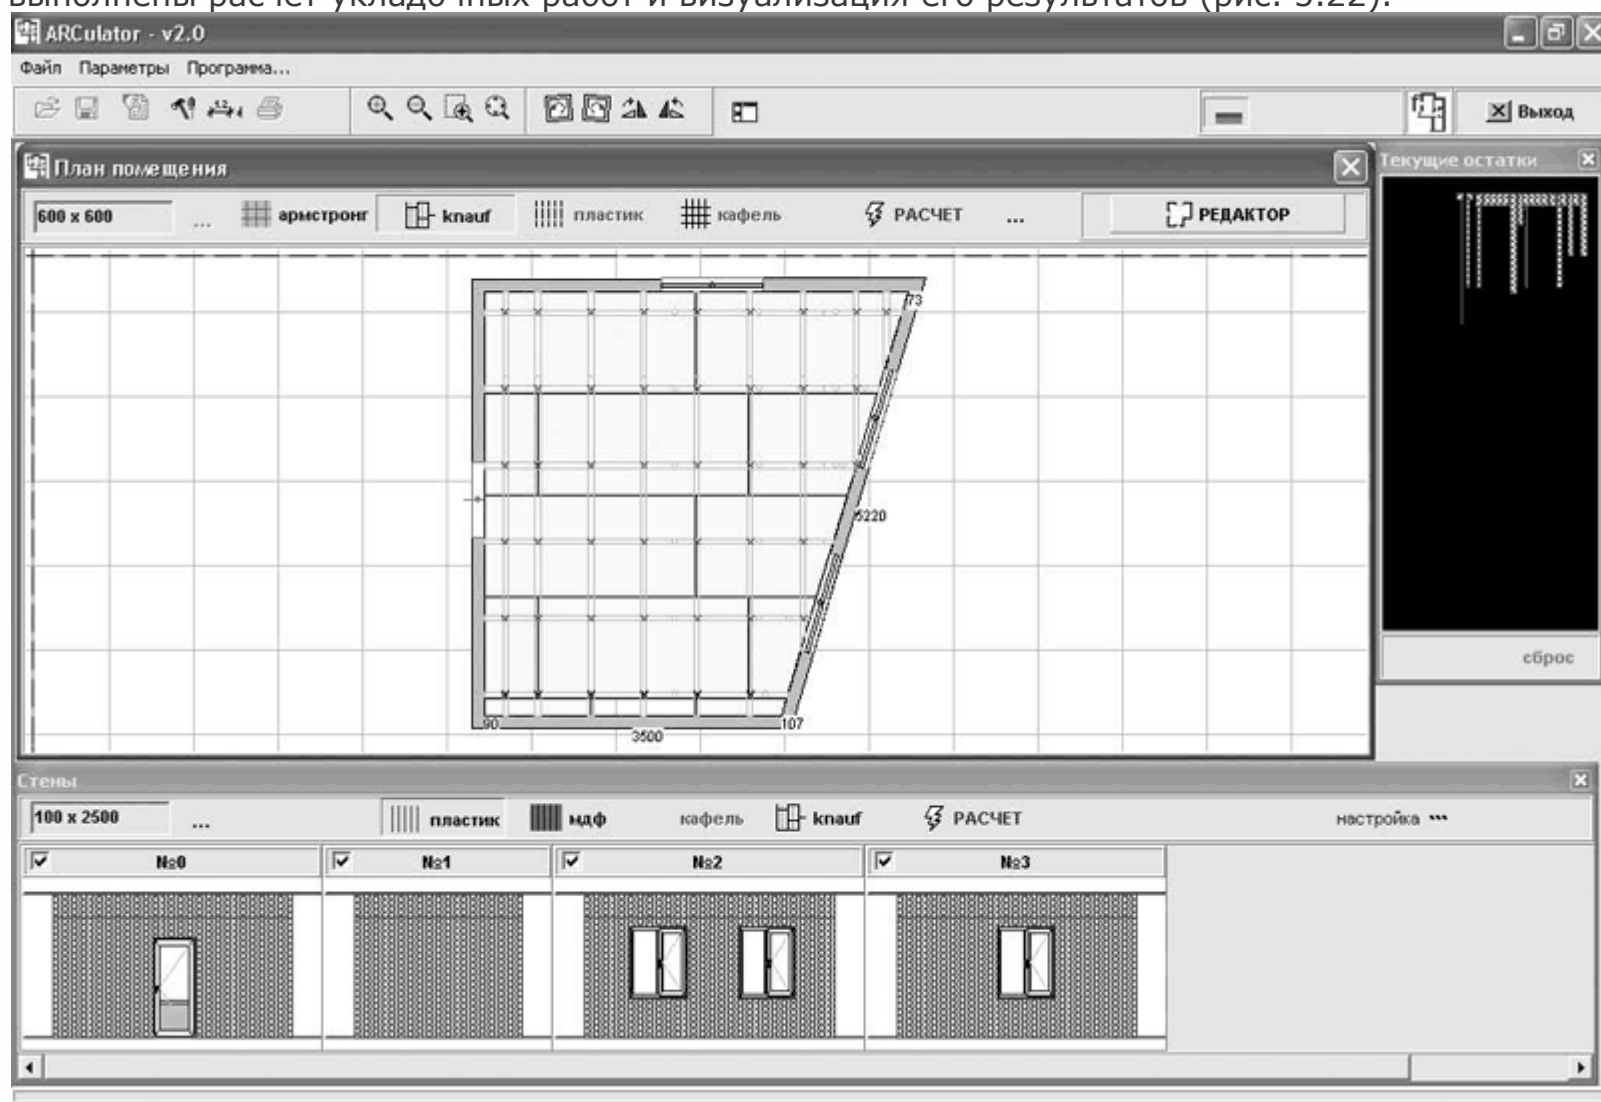

Рис. 5.22. Результат расчета и визуализации отделки помещения
5. Нажать кнопки Расчет – сначала в окне План помещения, затем – в окне Стены. Будут выполнены расчет укладочных работ и визуализация его результатов (рис. 5.22).